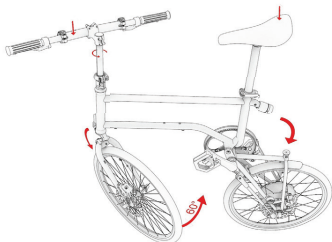

Abb. 2.4
- ⑤ Heben Sie das VELLO Bike am Sattel langsam weiter an und lassen Sie den Hinterbau und das Hinterrad frei nach vorne schwingen. Schlagen Sie den Lenker nun ca. 60 Grad nach rechts ein und führen Sie das Vorderrad parallel zum Hinterrad (Abb. 2.4).